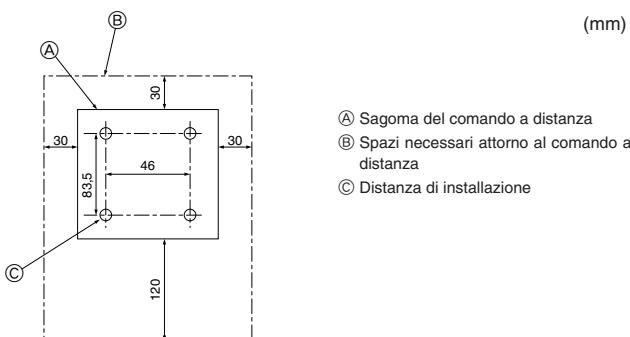

Fig. 6-2
6.2. Comando a distanza (Fig. 6-2) Per il comando a distanza con filo